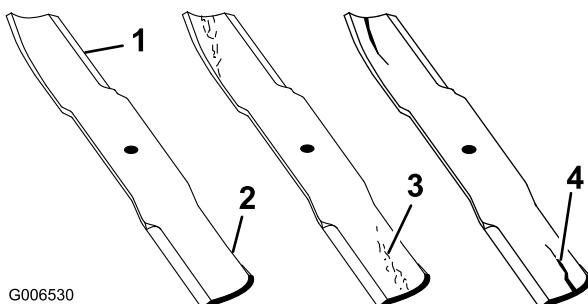

Figura 28
- Examine cuidadosamente los extremos de corte de la cuchilla, sobre todo en el punto de reunión entre la parte plana y la parte curva de la cuchilla (Figura 28). Puesto que la arena y los materiales abrasivos pueden desgastar el metal que conecta las partes curva y plana de la cuchilla, compruebe la cuchilla antes de utilizar la máquina. Si observa señales de desgaste (Figura 28), cambie la cuchilla; consulte Cómo retirar la cuchilla.
Si se permite que la cuchilla se desgaste, se formará una hendidura entre la vela y la parte plana de la cuchilla (Figura 28). Con el tiempo, una parte de la cuchilla podría desprendérse y salir lanzada desde debajo de la carcasa, posiblemente causando lesiones graves a usted o a otra persona.